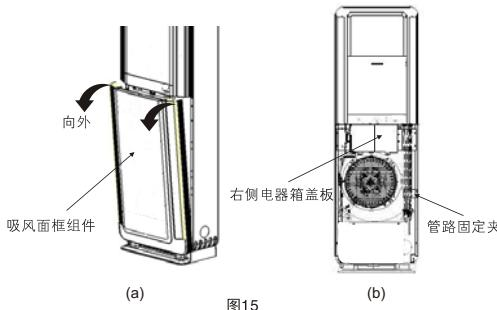

图15
- (1) 按图15所示依次拆下吸风面框组件、右侧电气箱盖板及管路固定夹。